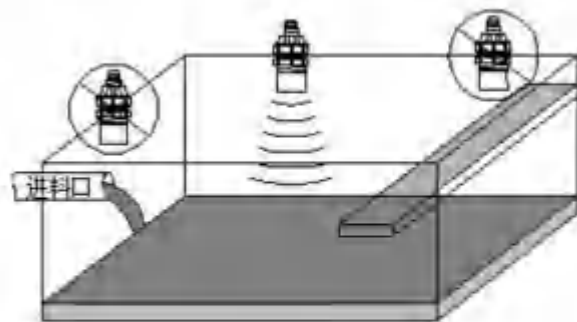

图 2-3
- ① 在测量范围内，不应有任何阻碍。
② 远离进料口。
③ 超声波发射面和测量介质间有障碍物存在的位置。如图 2-3 所示：